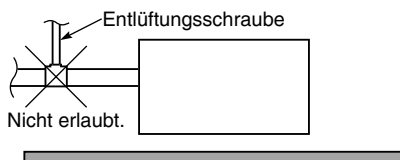

Abb. 3-65-1
- Keinen Entlüftungshahn anbringen, da dies zu einem Herausspritzen von Wasser aus der Ablaufleitungsöffnung führen kann. (Abb. 3-65-1)